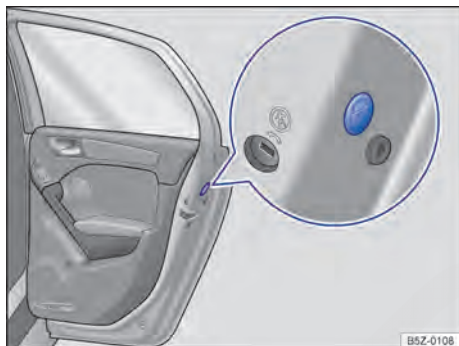

Fig. 152 Na porta traseira: travamento de emergência, coberto por uma vedação de borracha.
- Remover a vedação de borracha na lateral da porta. A vedação está identificada por um cadeado Ⓛ → Fig. 152.